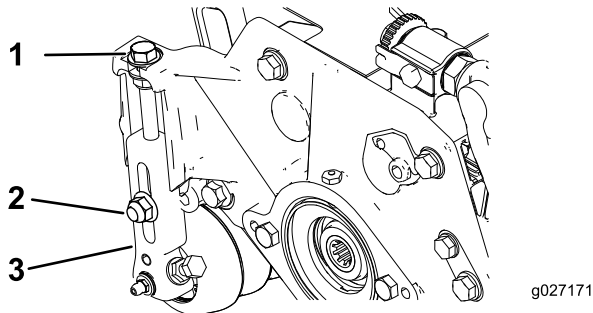

**Bild 15**
1. Lösen Sie die Sicherungsmuttern, mit denen die Schnitthöhenarme an den Seitenplatten der Schneideinheit befestigt sind (Bild 15).